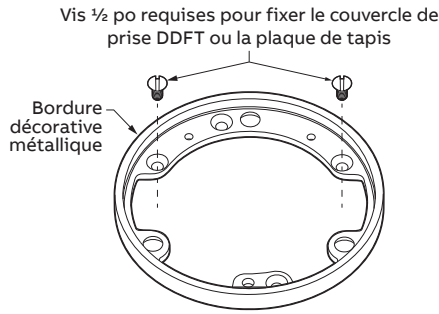

Figure A.3 - Bordure décorative (vendue séparément)
- Vis #8-32 x 1/2 po (utilisées uniquement pour le couvercle de prise DDFT ou la plaque de tapis), voir figure A.3 - Quantité = 2